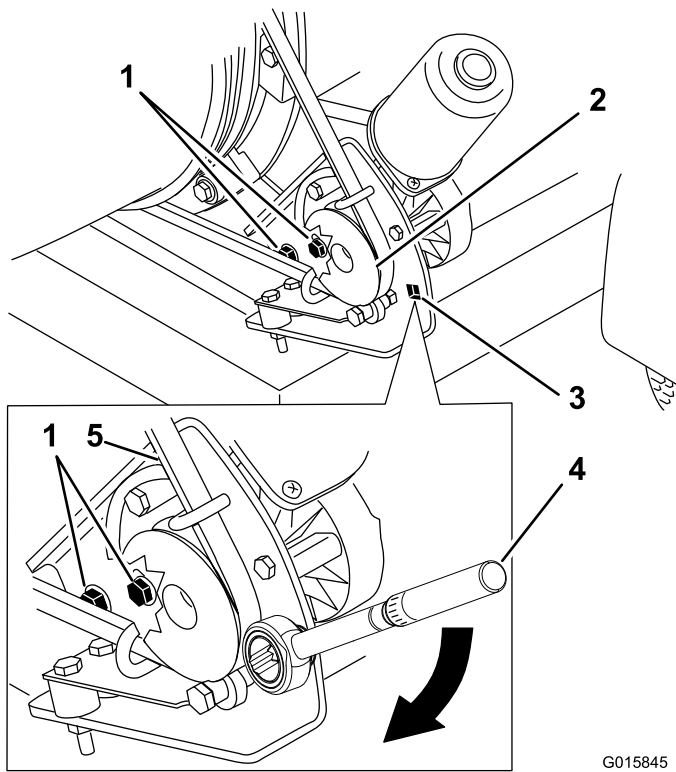

Figure 25
1. Desserrez les boulons qui fixent le support de la poulie au cadre du souffleur (Figure 25).
2. Placez une clé dynamométrique dans le support de poulie (Figure 25).
3. Faites pivoter le support de poulie pour l'éloigner de l'embout jusqu'à ce que la clé dynamométrique indique 22,6 à 26 N m (Figure 25).